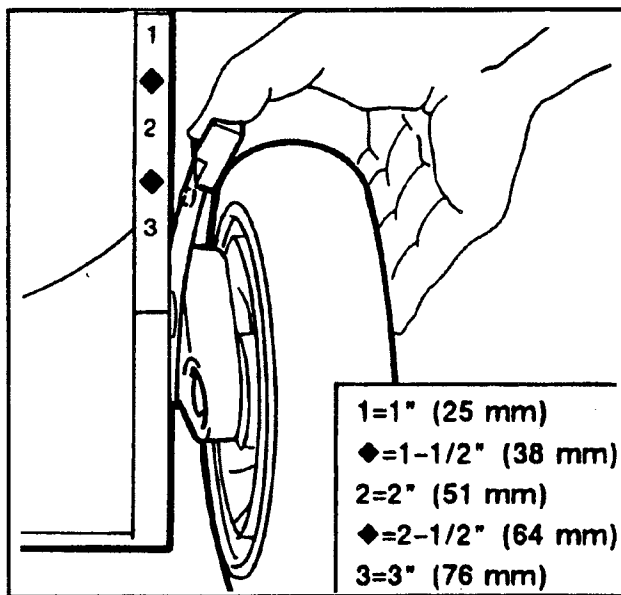

Figure 12
2. Afin de faciliter le réglage, soulever le carter-sans mettre les mains sous la plaque – de manière à ce que la roue ne touche plus le sol. Serrez le levier de réglage vers la roue et déplacez à l'ajustement désiré (fig. 12). Assurez-vous que la cheville du levier de réglage s'engage dans l'encoche du carter. Réglez toutes les roues à la même hauteur.